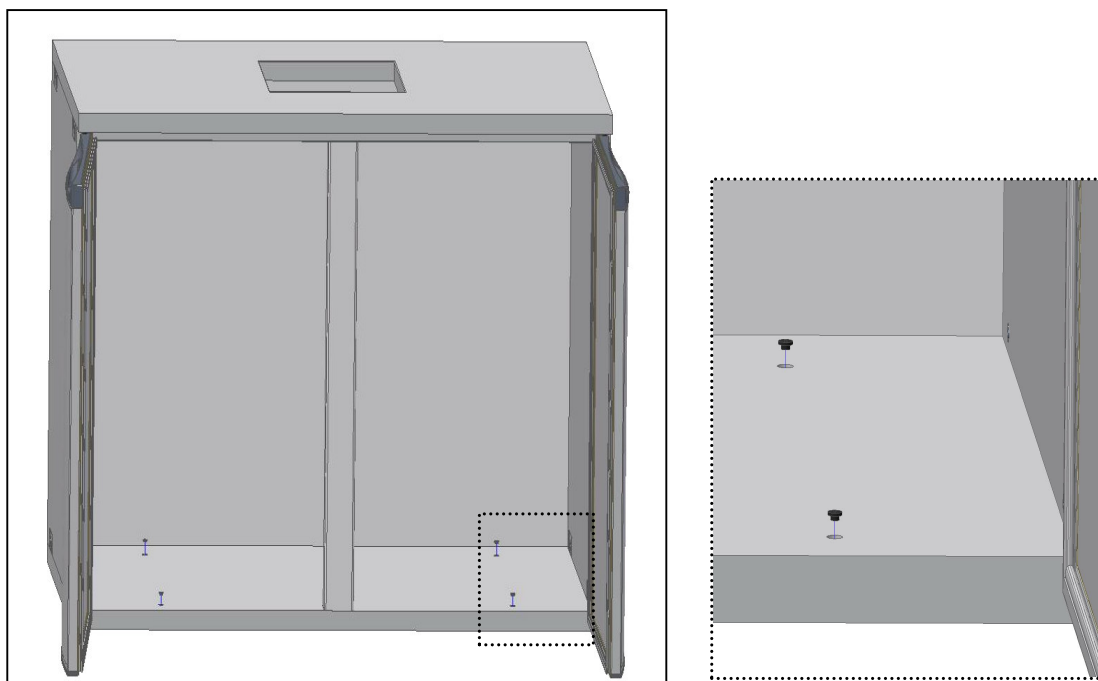

Abb. 12
- Stellen Sie die kleine Abdeckung auf den Boden (Abb.12).